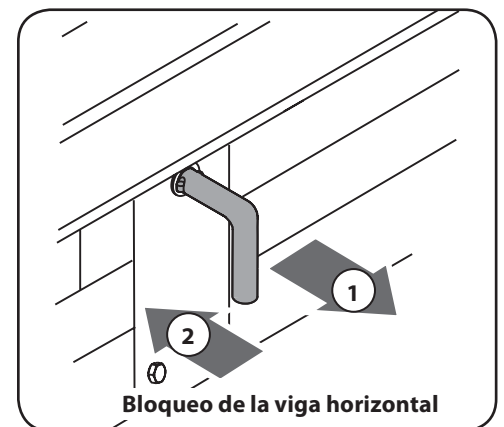

Figura 3-4
- b. El bloqueo de la viga horizontal se traba automáticamente. El bloqueo a resorte encaja a presión en su lugar cuando la viga se baja a esta posición. Vea la Figura 3-4.